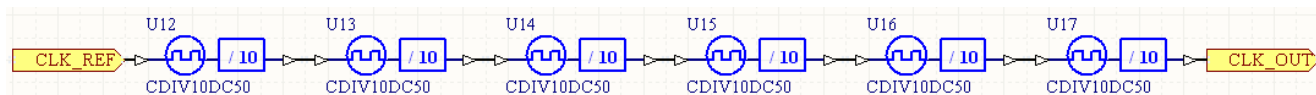

図24 回路図サブシート Clock_Divider.SchDoc 上のクロック分周回路
- Libraries** パネルにアクセスして、6 つの分周器コンポーネント (CDIV10DC50 - 50%の負荷サイクル出力で 10 分の 1 分周) を FPGA の一般ライブラリ (FPGA Generic.IntLib) からこの新しいシートの上に配置します。コンポーネントを順に接続し、2 つのポートの間をつなぎます (図 24)。